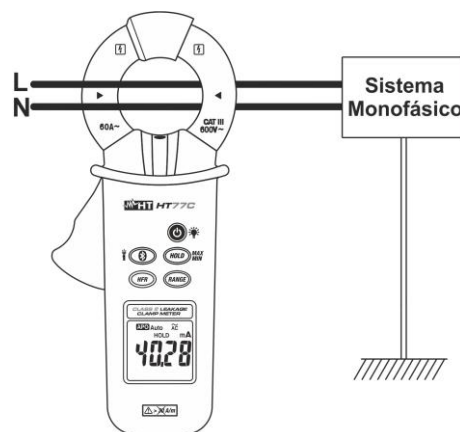
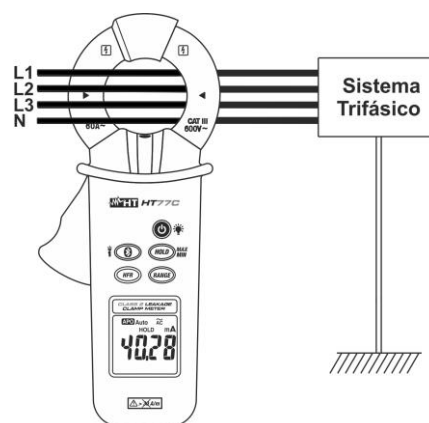

Fig. 5: Medição de correntes de fuga pelo método indireto em sistemas Monofásicos
Fig. 7: Medição correntes de fuga pelo método indireto em sistemas Trifásicos
2. Abrir o toroide e ligar a pinça como se mostra nas Fig. 5 ou Fig. 7. O valor da corrente de fuga é apresentado no display.